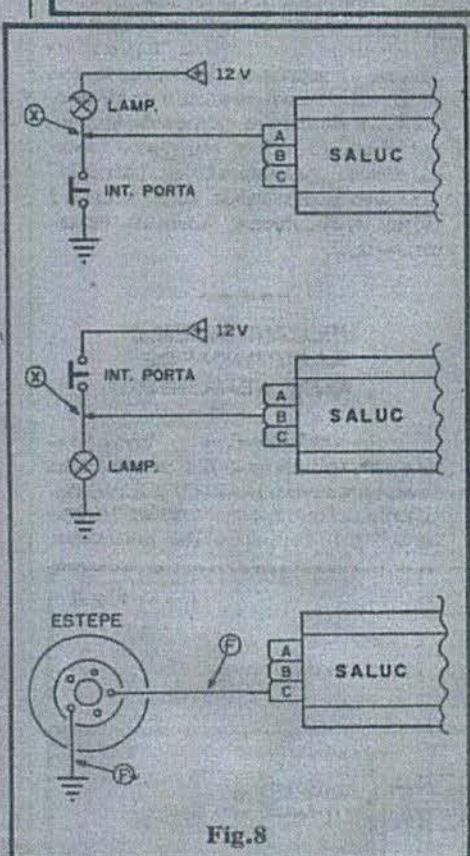
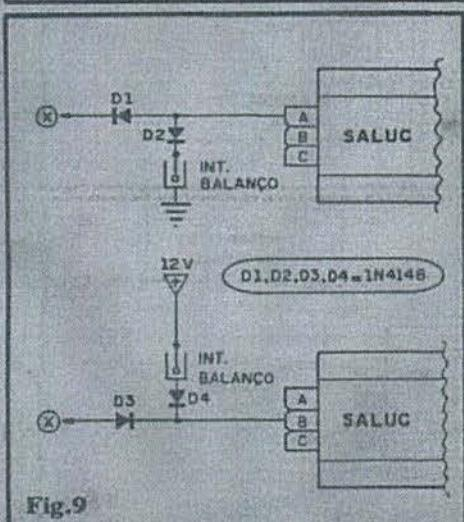

Fig.8
Fig.9
- FIG. 8-A - Como é ativada por momentânea "negativação", se a Entrada "A" for controlada por um interruptor de porta (que normalmente acende a luz interna, de "cortesia"...), a conexão deverá ser feita ao ponto "X" indicado... Esse esquema vale, obviamente, para o caso (mais comum) do interruptor de porta ter um "lado" normalmente "aterrado", e o outro electricamente ligado à lâmpada (cujo "outro" lado fica, permanentemente, energizado pelos 12V positivos...). Notem que nada precisa ser "mexido" ou modificado no sistema elétrico ou cabagens originais do veículo, bastando acrescentar a ligação "X"...
- FIG. 8-B - Em alguns casos, o interruptor de porta pode ser originalmente ligado conforme o diagrama, com um "lado" permanentemente recebendo os 12V positivos, e o "outro" conectado à lâmpada, que - por sua vez - tem o seu outro terminal "aterrado"... Em tal configuração, deve ser usada a Entrada "B" de sensoreamento, acoplada electricamente ao ponto "X" (nada precisa ser alterado nas conexões originais entre interruptor, lâmpada e alimentação do sistema elétrico do veículo...). Notem que, em qualquer dos casos (8-A ou 8-B) conexão de sensoreamento é sempre feita entre o interruptor e a lâmpada...
- FIG. 8-C - A proteção de equipamentos (de estrutura metálica) que ficam normalmente dentro do carro (rádio, toca-fitas, estepe, macaco, etc.) também já foi descrita, mas o diagrama torna as "coisas" mais claras... O exemplo é dado "em cima" do estepe, mas a organização vale para qualquer dos casos sugeridos... Basta efetuar com fio fino (fácil de "arrebentar") e isolado, as conexões marcadas com
A fig. 9 dá algumas "dicas" elementares de como ligar ou acrescentar outros sensores (interruptores momentâneos de balanço ou vibração, chaves de mercúrio, REEDs, etc.) ao sistema centralizado no SALUC. Em 9-A temos o diagrama para aproveitamento da Entrada "A", e em 9-B para a utilização da Entrada "B"...
Em qualquer dos dois exemplos, os diodos 1N4148 apenas serão necessários se o Leitor/Hobbyista pretender fazer também as conexões ao interruptor de porta (fig. 8). Se a idéia for utilizar apenas os interruptores de balanço (ou outro tipo, sensível...), os diodos não precisam ser intercalados, podendo os ditos sensores serem ligados diretamente (entre "A" e "massa", no primeiro exemplo, ou entre "B" e 12 VCC positivos, no segundo...).
- Imediatamente antes de sair do carro, o motorista liga o interruptor oculto do SALUC, com o que "ganha" cerca de 20 segundos para abandonar o veículo (dá tempo de sair toda a tropa, mesmo que a família seja grande...) e fechar as portas eventualmente monitoradas (fig. 8), considerada também uma boa "tolerância" para que cessem vibrações e balanços que ativariam sensores outros (fig. 9). Apenas decorridos tais 20 segundos (alteráveis, conforme explicamos no inicio...) é que o SALUC iniciará o seu plantão de vigilância...
- Voltando ao carro, o usuário tem cerca de 5 segundos para, após abrir a porta eventualmente monitorada (fig. 8), desligar o interruptor secreto (se não o fizer, nesse "prazo", o SALUC dispara...). Na verdade, quanto mais curta for essa "carência" de Entrada, melhor (para efeito de segurança, uma vez que ladrões realmente espertos e "profissionais" podem fazer "mil e uma", em poucos segundos...). No entanto, para o motorista, conhecedor da posição ocupada pelo interruptor, bastarão na realidade uns 2 ou 3 segundos para a operação, portanto... Quem for do tipo "molengão", contudo, poderá ampliar esse "prazo", nos conformes das explicações dadas no início do presente artigo...